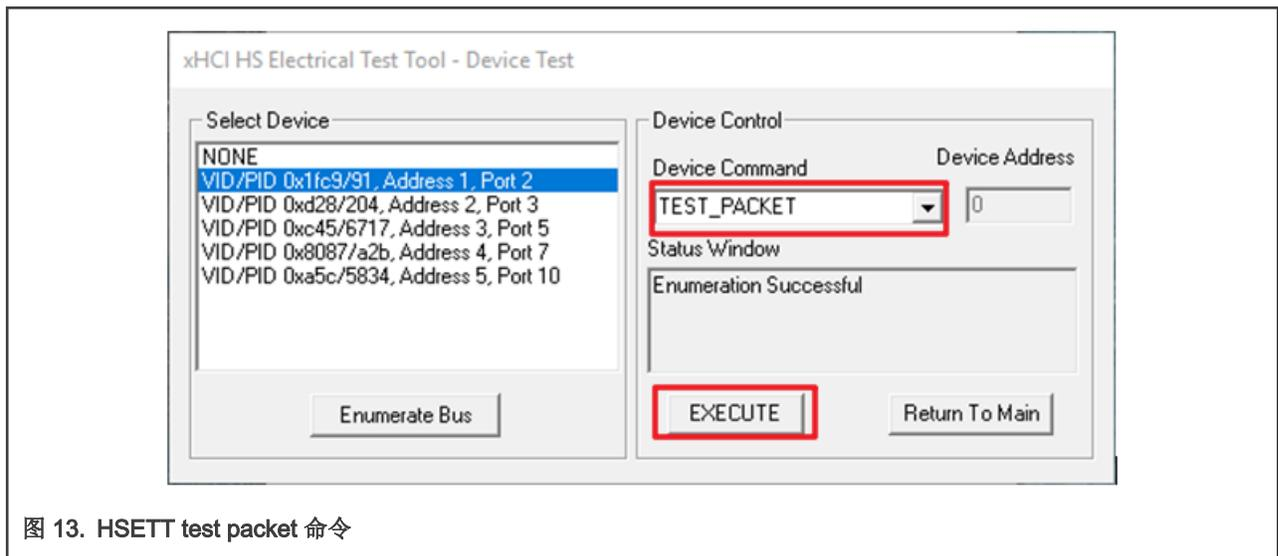

图 13. HSETT test packet 命令
8. 进入如图 13 的设备测试菜单后，从设备命令下拉菜单中选择 TEST_PACKET，单击执行。此操作会让被测设备连续传输测试包以便示波器抓取眼图。